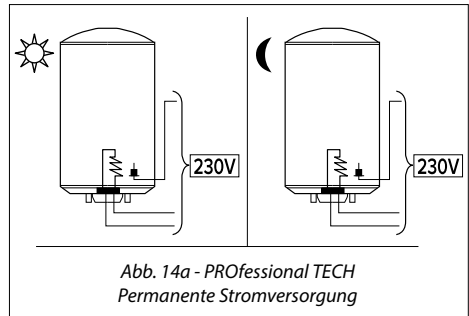

Abb. 14a - PROfessional TECH Permanente Stromversorgung
② Permanente Stromversorgung
- > Heizelement und PROfessional TECH Anode ↔ Kontinuierliche Stromversorgung (Abb. 14a).